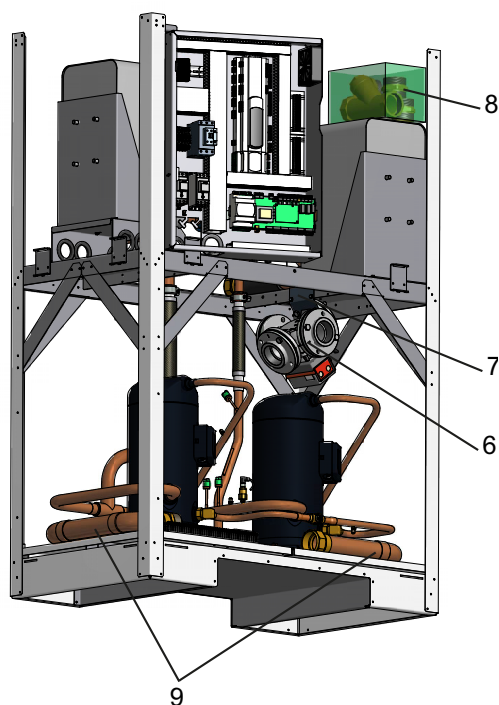
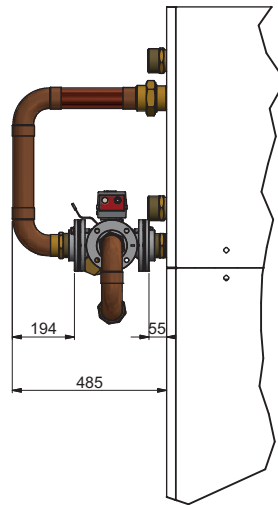

Fig. 7.1:
Fig. 7.2:
La vanne d'inversion hydraulique 4 voies (1) pré-montée avec le servomoteur est fixée sur la plaque de base avec 3 équerres de fixation. Les équerres de fixation doivent être retirées, le joint de bride placé sous la vanne d'inversion 4 voies devant être utilisé (voir Fig. 7.1 - page 11). Des joints de bride supplémentaires se trouvent dans la pochette contenant les brides filetées accompagnant l'appareil (2). Les éléments de raccordement sont rangés avec le filtre de protection dans le carton de livraison (3) sur l'échangeur thermique à plaques. Un ensemble tuyau pré-monté (4) se trouve sur la plaque de base et un autre ensemble tuyau (5) est fixé dans la partie supérieure sur un élément de tôle. Ces ensembles tuyaux doivent être raccordés avec les brides filetées comme cela est représenté dans la Fig. 7.2 - page 12.
Durant cette opération, veiller à obtenir les cotes d'espacement montrées dans la Fig. 7.2 - page 12 en procédant à l'étanchement entre le manchon double et la bride fileté sur la pompe à chaleur d'un côté, et entre l'ensemble tuyau " Départ eau de chauffage " et la bride fileté de l'autre côté. Une fois la position de montage requise atteinte, les brides doivent être reliées à la vanne d'inversion hydraulique 4 voies avec les joints fournis au moyen de vis, rondelles et ressorts-bagues.